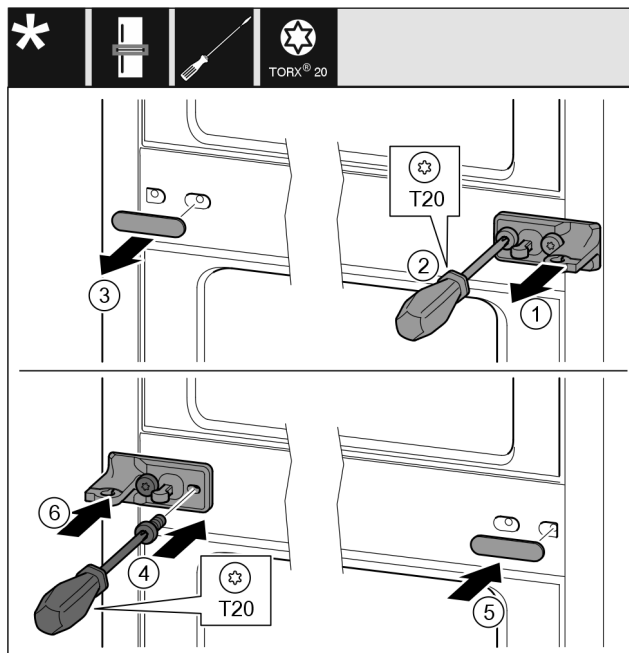

Fig. 33
- ▶ Nutraukite poveržlę. Fig. 33 (1)
- ▶ Išsukite varžtus atsuktuvu T20. Fig. 33 (2)
- ▶ Atsargiai nutraukite dengiamąją plokštelę. Fig. 33 (3)
- ▶ Vidurinę atraminę gembę su plėvele, pasukę 180°, tvirtai prisukite kitoje pusėje. Fig. 33 (4)
- ▶ Vidurinę atraminę gembę, pasukę 180°, pritvirtinkite kitoje pusėje. Fig. 33 (5)
- ▶ Užmaukite plokštelę iš priekio. Fig. 33 (6)